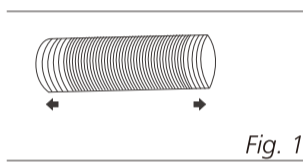
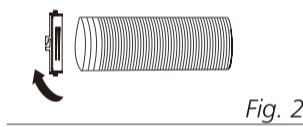

Fig. 1
Fig. 2
- 1 Forleng hver side av slangen (Fig.1) og skru inn slangeinnløpet (Fig.2).